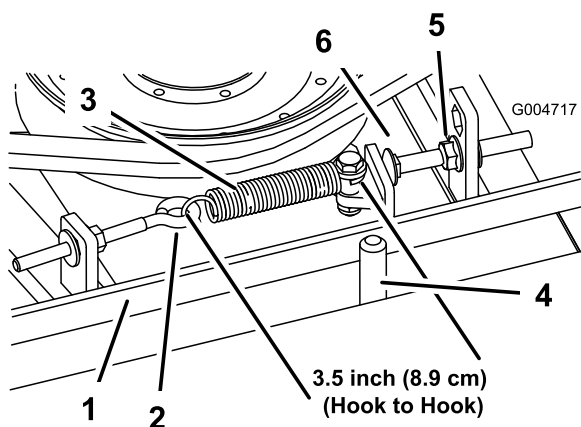

Figura 73
Cuando está correctamente tensado, la longitud en el interior del muelle de extensión (entre ganchos) debe ser de 8,3 cm a 9,5 cm aproximadamente. Una vez que haya obtenido la tensión correcta del muelle, ajuste el perno de tope (perno de cuello cuadrado) hasta que quede aproximadamente 2–5 mm de holgura entre la cabeza del perno y el brazo tensor (Figura 73).
Nota: Asegúrese de que la correa está colocada en el lado del muelle de la guía de la correa (Figura 73).
2. Afloje el perno de ojal para poder retirar el muelle de extensión (Figura 73).
3. Afloje la tuerca con arandela prensada que fija el perno de tope a la pestaña de montaje, y aparte la polea tensora de la correa para aliviar la tensión de la correa (Figura 73).
9. Conecte el muelle de extensión (Figura 73) al perno de ojal y tense la correa de la siguiente manera: